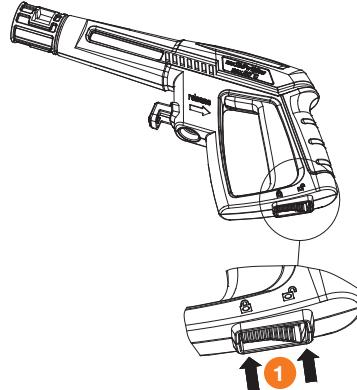

Рис. 17
3. Снимите предохранитель на пистолете ① **DAW 400 / 450 / 500 / 550 / 625 / 650 / 675** и нажмите на курок чтобы выпустить воздух и проверить стабильность потока воды. После того как воздух выйдет из пистолета и поток нормализуется, отпустите курок (Рис. 17).